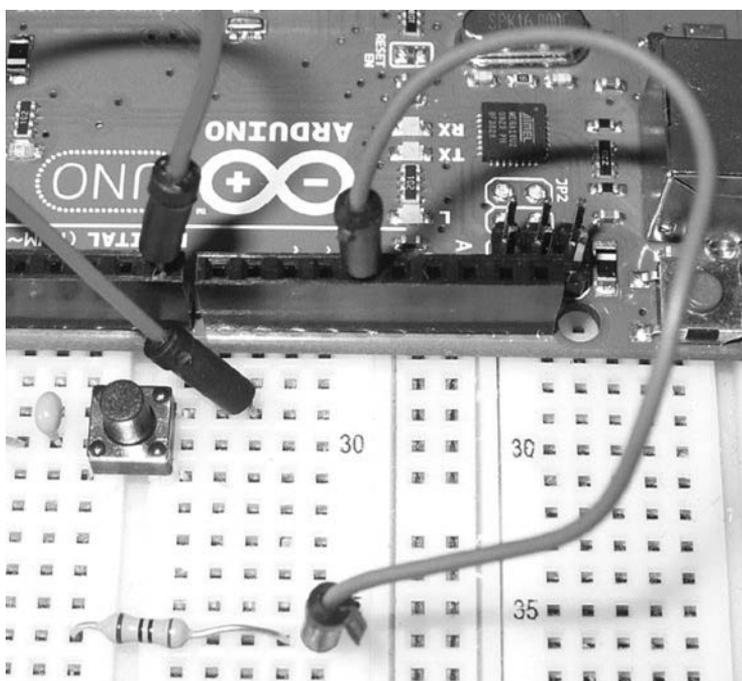

Рис. 4.25. Соединение светодиода с платой Arduino
6. Соедините отрезком провода правый конец резистора с номиналом 560 Ом и цифровой контакт 12 на плате Arduino, как показано на рис. 4.25.